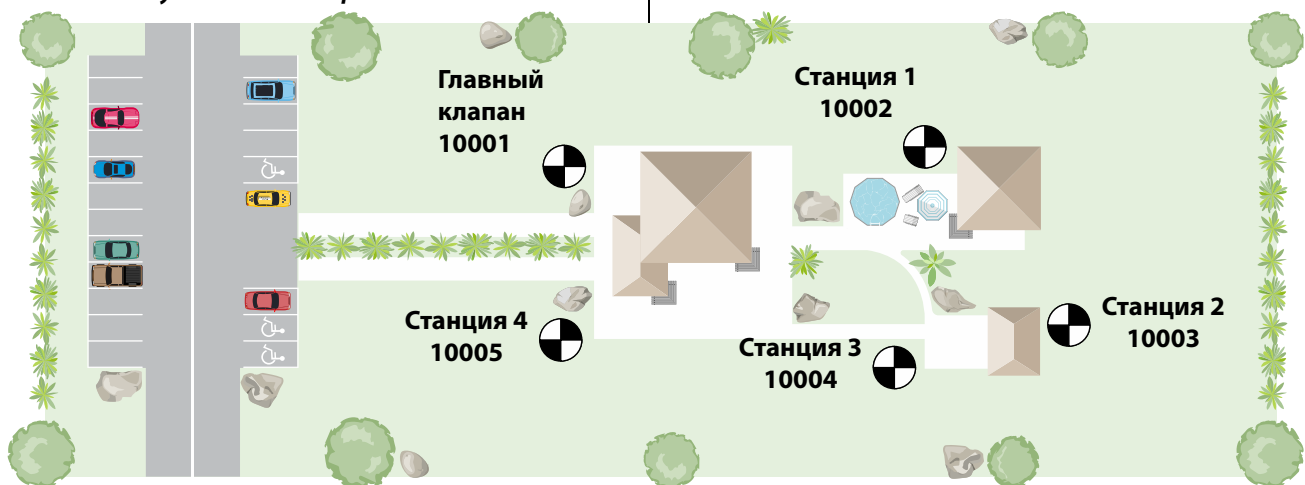

Рисунок 1. Пример размещения станций на участке с главным клапаном
- Пример адресации декодеров с главным клапаном см. на рис. 1.